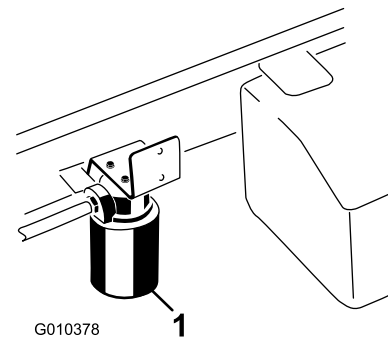

Figura 65
2. Limpie la zona de montaje del filtro. Coloque un recipiente debajo del filtro y retire el filtro (Figura 65).